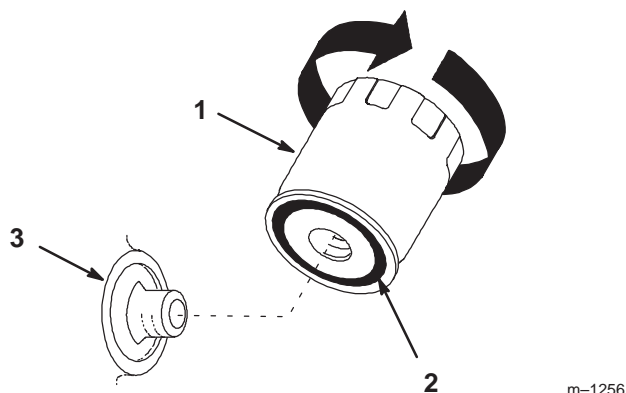

Bild 26
2. Entfernen Sie den Altfilter und wischen die Dichtfläche am Anbaustutzen (Bild 26) ab.
3. Ölen Sie die Gummidichtung am Austauschfilter (Bild 26) leicht mit Frischöl ein.
4. Drehen Sie den Austauschfilter auf den Anbaustutzen auf. Drehen Sie den Ölfilter im Uhrzeigersinn, bis die Gummidichtung den Anbaustutzen berührt. Ziehen Sie ihn dann um eine weitere 3/4 Umdrehung fester (Bild 26).